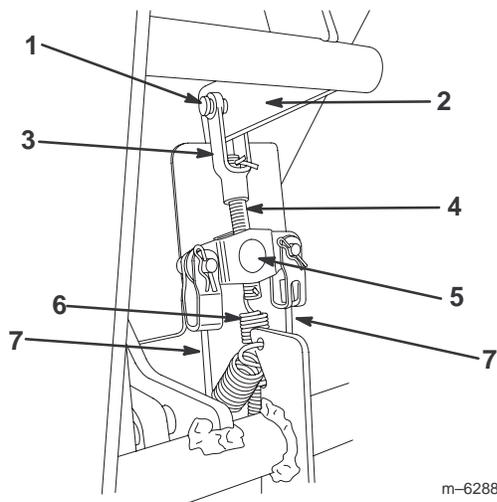

Figure 31
2. Vérifiez les câbles de frein au niveau de l'équilibreur (situé sous le tableau de bord) et évaluez à quelle hauteur l'équilibreur doit être placé sur la tige de frein pour supprimer entièrement le mou des câbles (Fig. 31).
3. Enlevez la goupille fendue et les axes de fixation de la chape sur la tige de frein (Fig. 31).
4. Décrochez le ressort du bout de la tige de frein (Fig. 31).
6. Vissez ou dévissez la tige de frein dans l'équilibreur selon besoin pour supprimer le mou des câbles de frein (Fig. 31). Ne tendez pas les câbles excessivement.
7. Accrochez le ressort dans le trou de la tige de frein (Fig. 31).
8. Accouplez la chape de la tige de frein au levier de frein à l'aide de l'axe de chape et de la goupille fendue retirés précédemment (Fig. 31).